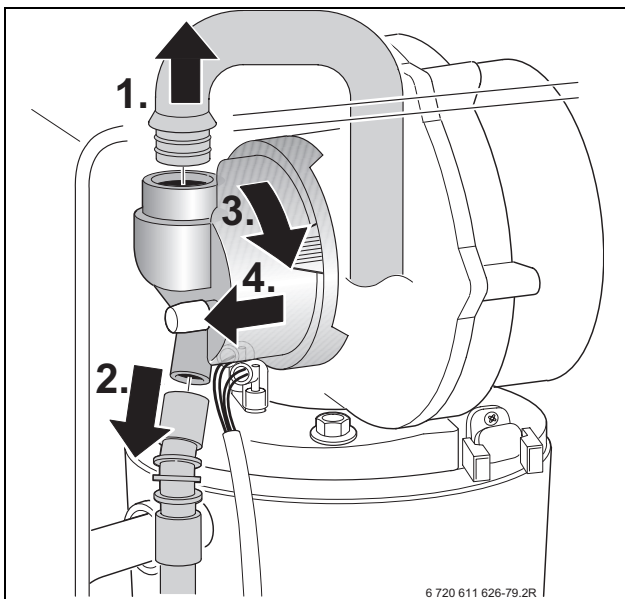

Рис. 47
- Витягнути всмоктуючий патрубок та газову трубку зі змішувача, (→ рис. 47).